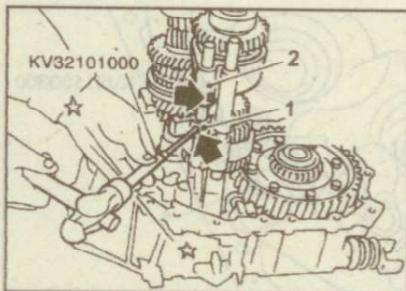

Рис. 9.156. Установка кронштейна (1) вилки (2) переключения 5-й передачи и передачи заднего
21. Установите кронштейн выключателя лампы света заднего хода, кронштейн вилки переключения 5-й передачи и передачи заднего хода, и вилку (рис. 9.156).